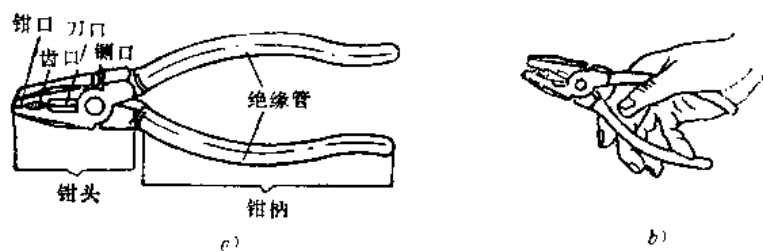

图 1-4 钢丝钳
2. 钢丝钳 钢丝钳是钳夹和剪切工具，由钳头和钳柄两部分组成。钢丝钳的功能较多，钳口用来弯绞或钳夹导线线头，齿口用来紧固或旋松螺母，刀口用来剪切导线或剖削软导线绝缘层，侧口用来侧切电线线芯和钢丝、铅丝等较硬金属。常用钢丝钳的规格有150、175和200毫米三种。电工用的钢丝钳，钳柄上应套有耐压为500伏以上的绝缘套管。钢丝钳的外形构造见图1-4。